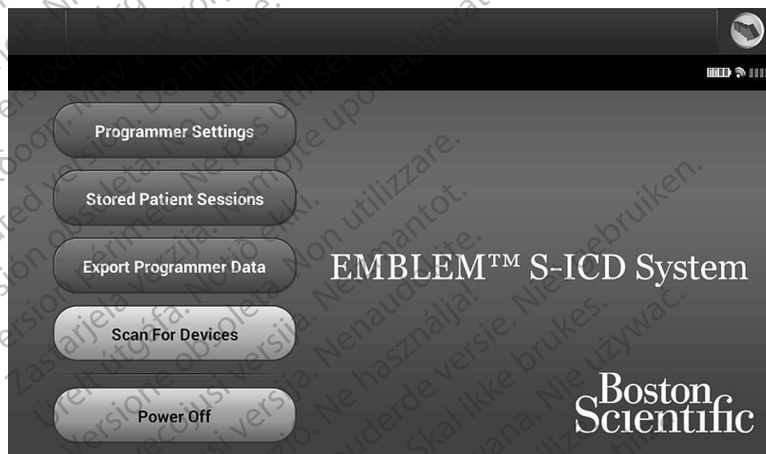
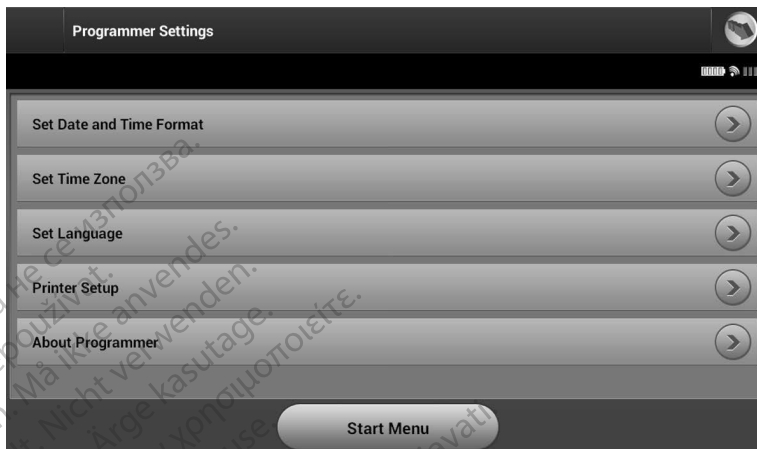

Figura 2: Ecranul de pornire al programatorului
Figura 3: Ecranul setări programator
1. Selectați butonul Programmer Settings din ecranul de pornire al programatorului (Figura 2) pentru a afișa ecranul Setări programator (Figura 3 la pagina 27).
1. Selectați Set Date and Time Format din ecranul Programmer Settings (Figura 3). Este afișat ecranul Setări dată și oră.